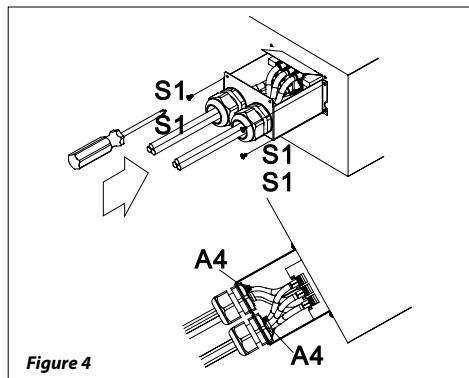

Figure 4
- Fixer les boîtiers d'arrivée des câbles au BOX MTBS puis fixer les câbles aux serre-câbles à l'aide des écrous. Voir Fig. 4.